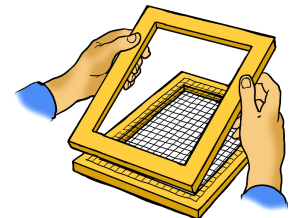

Bild 1
3. Finfördela pappersbitarna i hinken med en stavmixer. Lägg ramen utan nät ovanpå ramen med nät, så att nätet hamnar mellan ramarna. Se bild 1.